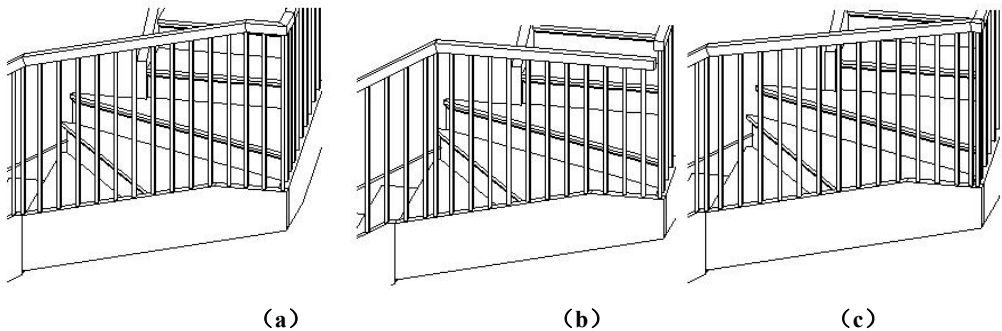

图 8-28 不同坡度选择的楼梯
- 按主体。扶手段的坡度与其主体（例如楼梯或坡道）相同，见图 8-28（a）。
- 水平。扶手段始终呈水平状。对于图 8-28（b）中类似的扶手，需要进行高度校正或编辑扶手连接，从而在楼梯拐弯处连接扶手。
- 倾斜。扶手段呈倾斜状，以便与相邻扶手段实现不间断的连接，见图 8-28（c）。